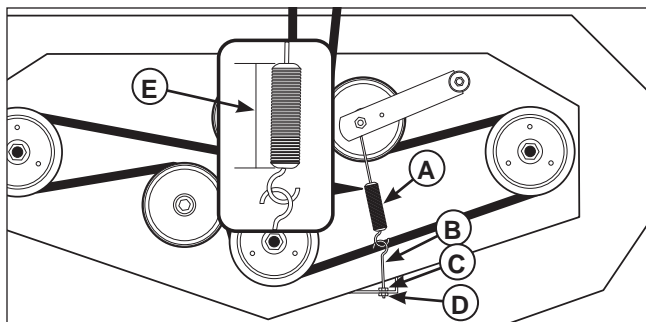

Figura 22. Longitud del resorte del rodillo tensor de la correa del cortacésped
3. Mida la longitud de bobina del resorte del tensor de la correa del cortacésped (A, Figura 22). La medida debe ser igual 6-1/4" (15,9 cm). Si la medida no equivale 6-1/4" (15,9 cm), ajuste la longitud del resorte del rodillo tensor de la correa del cortacésped.